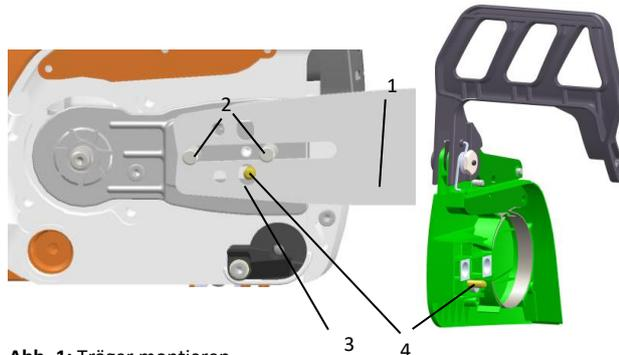

Abb. 1: Träger montieren
- > Setzen Sie das Schwert (**1** – Abb. 1) entsprechend einem Sägeschwert zwischen die Schrauben (**2** – Abb.1).
- > Die Bohrung (**3** – Abb.1) im Träger muss in den Mitnehmer vom Kettenspanner gesetzt werden. Dieser ist abhängig vom Motorsägentyp motorseitig oder im Deckel (**4** – Abb.1) montiert.